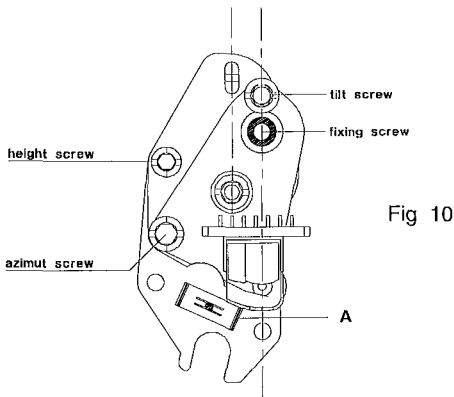

Fig 10
Die Befestigungsschraube (A)(Fig.10) und den Stecker abziehen